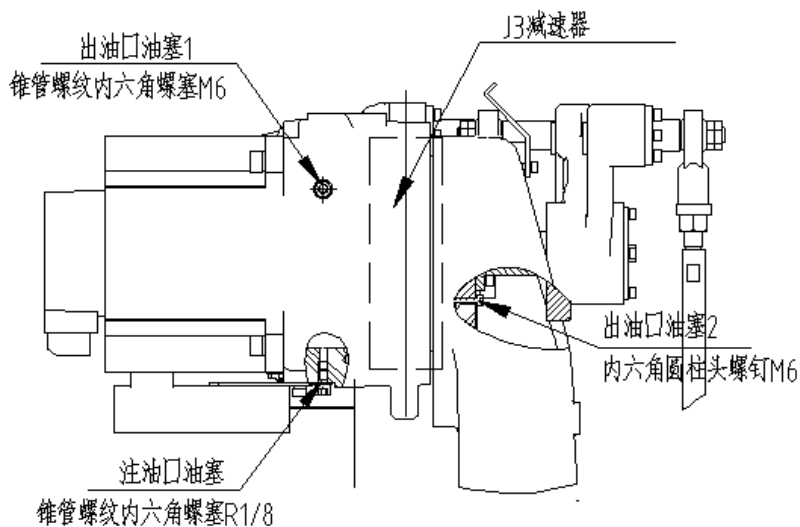

图 13 J3 轴减速机局部结构
(1) 油脂补充步骤 (参考 图 13 J3 轴减速机局部结构)
- ④ 安装注油口堵塞;
- ⑤ 安装出油口油塞 1 前, 运动 J3 轴几分钟, 使多余的油脂从出油口 1 中排出;
- ⑥ 用布擦净从出油口 1 排出的多余的油脂, 安装出油口 1 堵塞。
(2) 油脂更换步骤 (参考 图 13 J3 轴减速机局部结构)